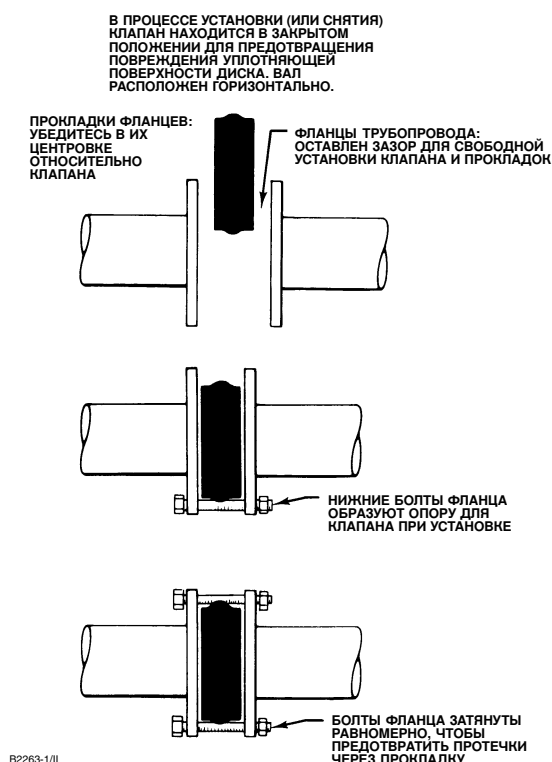

Рисунок 5. Порядок установки
1. Для определения положения ограничителя хода привода, соответствующего закрытому положению диска клапана (поз 2), см. руководство по эксплуатации привода. При регулировке ограничителя хода или величины хода убедитесь, что диск находится на расстоянии от 0 до 0,76 мм (от 0 до 0,030 дюйма) от ограничителя в корпусе клапана (см. рис. 5). Данная регулировка необходима для гарантии того, что весь крутящий момент привода прилагается к ограничителю хода привода или самому приводу. К ограничителю хода в корпусе клапана не должен прилагаться крутящий момент привода.
• **Для бесфланцевых клапанов:** Сначала установите болты нижнего фланца для обеспечения поддержки клапана (см. рис. 5). Технические параметры фланцевых болтов приведены в таблице 5.
2. Вставьте в корпус клапана седло с уплотнительным кольцом. Седло должно вставляться широкой стороной в Т-образный паз в корпусе (см. рис. 5). Вставьте седло широкой стороной в Т-образный паз в корпусе клапана, используя для этого отвертку с тупым концом. Если применяется комплект инструментов для технического обслуживания, используйте приспособления для установки седла, имеющиеся в этом комплекте.